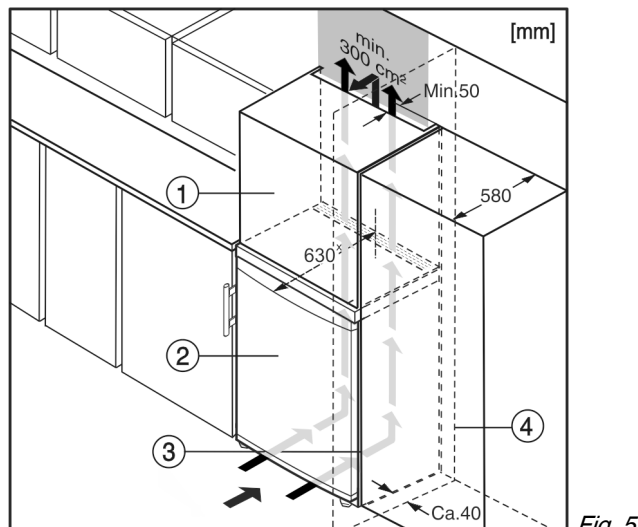

Fig. 5
- (1) Rehausse
(2) Appareil
(3) Placard de cuisine
(4) Mur
L'appareil peut être intégré dans des meubles de cuisine. Pour adapter l'appareil Fig. 5 (2) à la hauteur du coin cuisine, une rehausse Fig. 5 (1) peut être posée sur l'appareil.
Lors de la transformation avec des placards de cuisine (profondeur max. 580 mm), l'appareil peut être placé directement à côté du placard Fig. 5 (3). L'appareil se trouve latéralement à 34 mm x et au milieu de l'appareil à 50 mm x par rapport à la façade du placard.
Si l'appareil avec les charnières est installé près d'une paroi Fig. 5 (4), la distance entre l'appareil et la paroi doit être de min. 40 mm. Ceci correspond à la saillie de la poignée avec la porte ouverte.